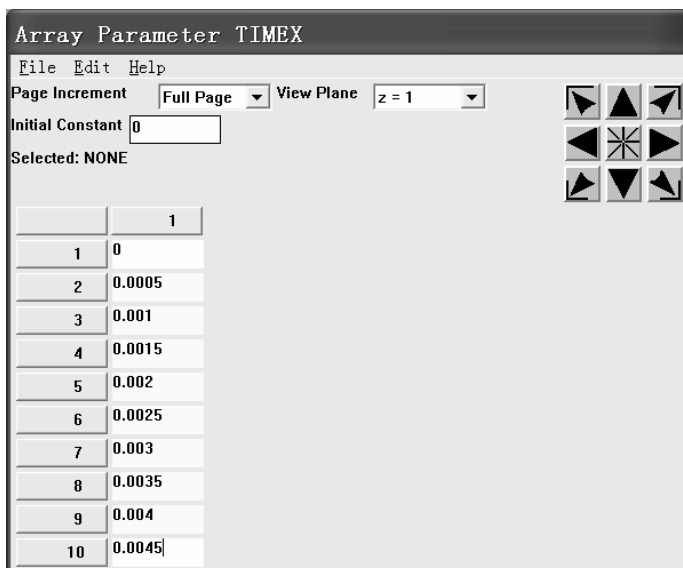

图 10-98 “Array Parameter TIMEX” 窗口
(11) 单击“Array Parameter TIME”窗口左上角的“File”下拉菜单，再单击下拉菜单中出现的“Apply”，再次单击“Array Parameter TIME”窗口左上角的“File”下拉菜单，接着单击下拉菜单中出现的“Quit”返回到“Array Parameters”窗口。
(12) 用鼠标左键单击“Array Parameters”窗口中的“DISY”，然后单击“Edit...”按钮，弹出“Array Parameter DISY”窗口。
(13) 单击“Array Parameter DISY”窗口左上角的“File”下拉菜单，再单击下拉菜单中出现的“Apply”，再次单击“Array Parameter DISY”窗口左上角的“File”下拉菜单，接着单击下拉菜单中出现的“Quit”返回到“Array Parameters”窗口。
(14) 用鼠标左键单击“Array Parameters”窗口中的“DISZ”，然后单击“Edit...”按钮，弹出“Array Parameter DISZ”窗口。
(15) 单击“Array Parameter DISZ”窗口左上角的“File”下拉菜单，再单击下拉菜单中出现的“Apply”，再次单击“Array Parameter DISZ”窗口左上角的“File”下拉菜单，接着单击下拉菜单中出现的“Quit”返回到“Array Parameters”窗口。
(16) 用鼠标左键单击“Array Parameters”窗口中的“TIMEX”，然后单击“Edit...”按钮，弹出“Array Parameter TIMEX”窗口。
(17) 如图 10-98 所示，在“Array Parameter TIMEX”窗口左下方的 10 个方框中依次填入“0”、“0.0005”、“0.001”、“0.0015”、“0.002”、“0.0025”、“0.003”、“0.0035”、“0.004”